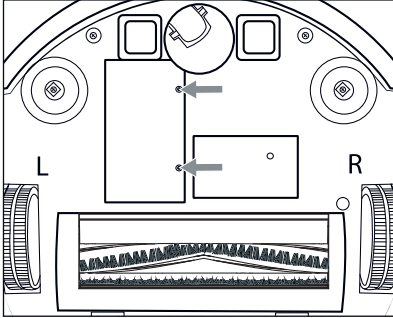

Fig. 16
- 1) Dévissez les deux vis du couvercle du compartiment à batterie **26** (voir fig. 16) sous l'appareil à l'aide d'un tournevis cruciforme et retirez-le de l'appareil. Retirez le couvercle du compartiment à batterie **26** de l'appareil.